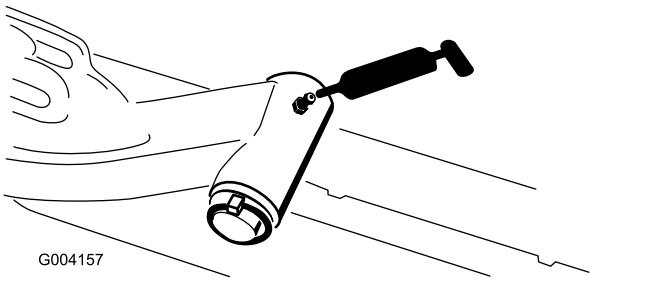

Figura 39
- Eje pivotante del brazo de elevación (1 en cada) (Figura 39)